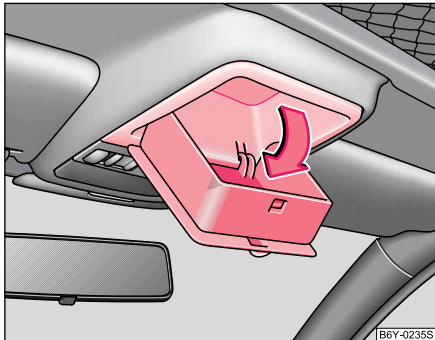

Abb. 170 Ausschnitt aus dem Dachhimmel: abklappbares Ablagefach
- Das abklappbare Ablagefach wird durch Herausklappen in Pfeilrichtung geöffnet ⇒ Abb. 170.